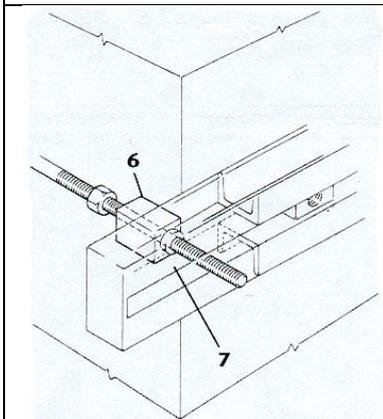

fig. 42
5. Controllare il corretto posizionamento dei quattro quadri di contrasto **6**, verificando che le corone di centraggio **7** siano ben assestate nelle rispettive sedi delle staffe anteriori (fig. 42).